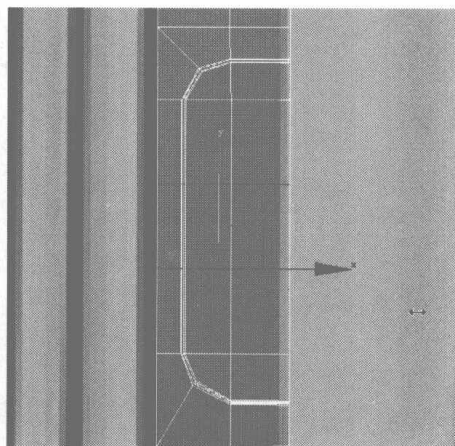

图 4.491
- 16** 继续在此按钮处适当地添加一些细分线来细分按钮面，效果如图 4.491 所示。